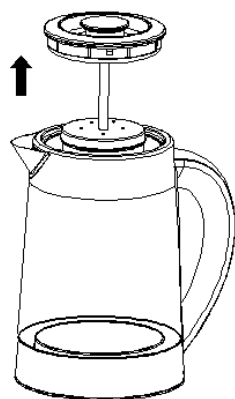
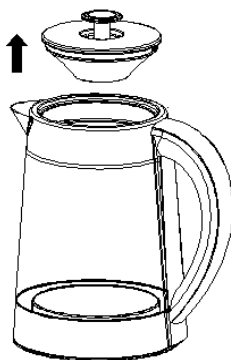

Fig. 6
Fig. 7
1. Pour brûler de l'eau, appuyez sur le bouton d'ouverture du couvercle illustré à la Fig.6; le couvercle s'ouvrira si ce bouton rebondit et vous pourrez le retirer. Si vous faites cuire le thé, vous pouvez directement retirer le couvercle (illustré à la Fig. 7) pour le placer dans le sachet à thé, puis ajouter l'eau appropriée au niveau compris entre MIN et MAX indiqué par la jauge à eau de la bouilloire.